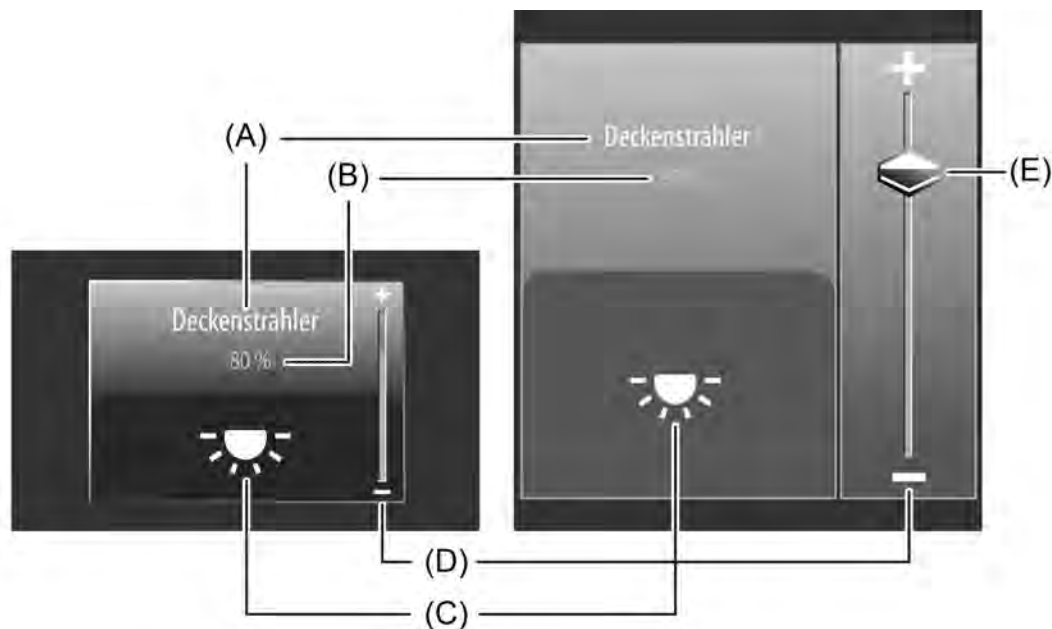

Bild 31: Beispiel für Bedien- und Anzeigeelement der Kanalfunktion "Dimmen (Helligkeitswert)"
Bei der Auswahlbedienung steht neben den Sensorflächen + oder - zur Bedienung von Schalt- oder stetigen Dimmvorgängen ein Slider (E) zur Verfügung (Bild 31). Über den Slider ist es möglich, grafisch unterstützt direkt Helligkeitswerte vorzugeben. Dazu kann der Slider durch Fingerdruck gesetzt oder kontinuierlich gezogen werden. Zum Setzen des Sliders muss der Sliderbereich an der gewünschten Helligkeitsstufe mit dem Finger berührt werden. Der Slider springt dann unmittelbar an die gewünschte Stelle. Zeitgleich sendet das Gerät den auf diese Weise vorgegebenen Helligkeitswert als Vorgabe auf den Bus aus.
Der Anzeigebereich enthält verschiedene Darstellungselemente (Bild 31), die durch ETS-Parameter beeinflusst werden. Jedem KNX Kanal kann in der ETS eine Bezeichnung vergeben werden (A). Diese Text-Bezeichnung wird im Anzeigeelement zentriert zur Anzeige gebracht, wodurch steuerbare KNX Funktionen für den Anwender kenntlich gemacht werden (z. B. "Deckenstrahler"). Zusätzlich kann unterhalb der Bezeichnung ein Statuswert (B) eingeblendet werden, der abhängig vom Objektwert der Dimmwert-Rückmeldung des angesprochenen Dimmkaktors Helligkeitswerte im Klartext anzeigt ("0...100 %"). Solange nach einem Gerätereset noch kein Rückmeldungs-Objektwert empfangen wurde, zeigt der Statuswert "---%" an. Analog zum Statuswert kann im unteren Anzeigebereich ein Symbol (C) angezeigt werden. Es wird stets das Symbol "Beleuchtung" verwendet. Abhängig vom Dimmzustand wechselt die Ausprägung des Statussymbols, wodurch der Helligkeitszustand des gesteuerten KNX Kanals eindeutig abgelesen werden kann (☀: Beleuchtung AUS oder geringe Helligkeit, ☀☀: Beleuchtung maximale Helligkeit, Zwischenwerte durch Symbol mit weniger Lichtstrahlen). Wahlweise können Statuswert und Symbol entfallen.